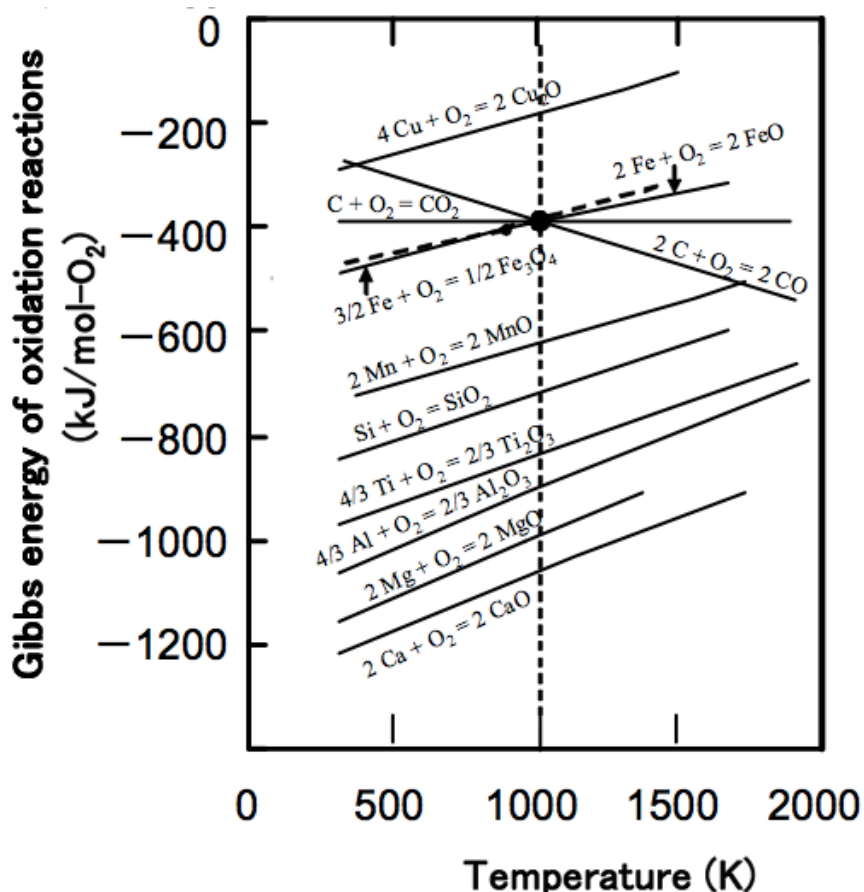

图1 Ellingham图，纵轴表示氧化反应的吉布斯自由能变化 (kJ/mol-O_2)，横轴表示温度 (K)
金属M被1mol氧气氧化，形成氧化物 M_mO_n (m, n 均为整数)，该反应可被表示为(i)。该反应在绝对温度 T 下的标准吉布斯自由能变， ΔG° ，可以用标准(iii)的变化 ΔH° 和标准(iv)的变化 ΔS° 表示为(ii)。另一方面，当纯金属M和纯氧化物 M_mO_n 在绝对温度 T 下处于平衡状态，氧气的分压 p_{O_2} 能够用 ΔG° 和 R 表示为(v)。表示各种氧化反应的 ΔG° 随绝对温度变化的图被称作Ellingham图(图1)。从图中可以看出，大多数反应的 ΔG° 对绝对温度呈直线关系，图中对应曲线在下面的金属与相应曲线在其上方的金属相比往往(vi) (性质) 较强。
b) 当反应物 (金属) 与产物都处于凝聚态 (即固态或液态) 时，图1中每条直线的斜率几乎相同。
- e) 图中所有具有相同的 O_2 分压(p_{O_2})的反应对应的图线交于同一点。同样地，所有具有相同的CO和 CO_2 分压之比($p_{\text{CO}} / p_{\text{CO}_2}$)的反应对应的图线交于另外一点。在图1中分别指出这两点。